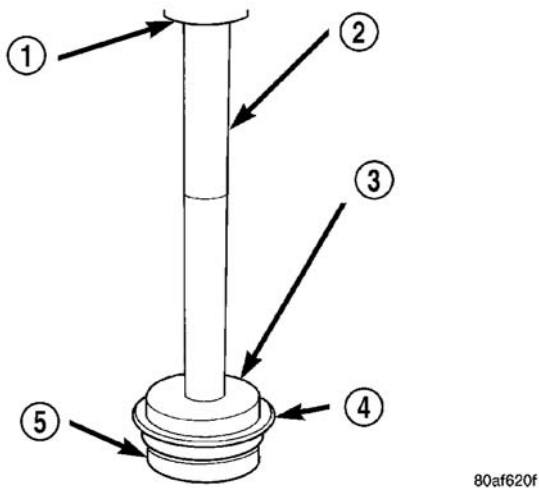

图 117 安装动力传输轴轴承外圈到固定器内
(28) 用工具 6061 将动力传输轴轴承外圈安装到固定器内 (图 117)。